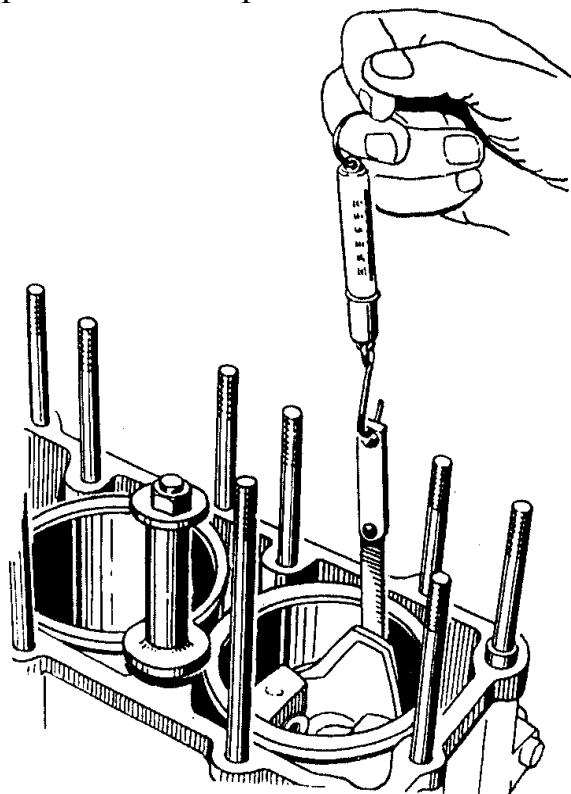

Рис.75. Подбор поршней к цилиндрам
2. Замерить усилие протягивания ленты-щупа толщиной 0,05 мм и шириной 10 мм между поршнем и гильзой, опущенного на глубину 65 мм между гильзой цилиндров и вставленным в неё в перевернутом положении поршнем (рис.75). Нижний край юбки поршня должен совпадать с верхним торцом гильзы цилиндров. Ленту – щуп размещать в плоскости, перпендикулярной оси поршневого пальца, т.е. по наибольшему диаметру поршня (для поршней с разрезной юбкой со стороны, противоположной разрезу). Величину усилия определять по динамометру, соединенному со щупом. Усилие при протягивании ленты-щупа должно быть 30...40 Н (3...4 кгс) для новых гильз и поршней. Для гильз и поршней бывших в употреблении усилие должно быть не менее 20 Н (2 кгс).